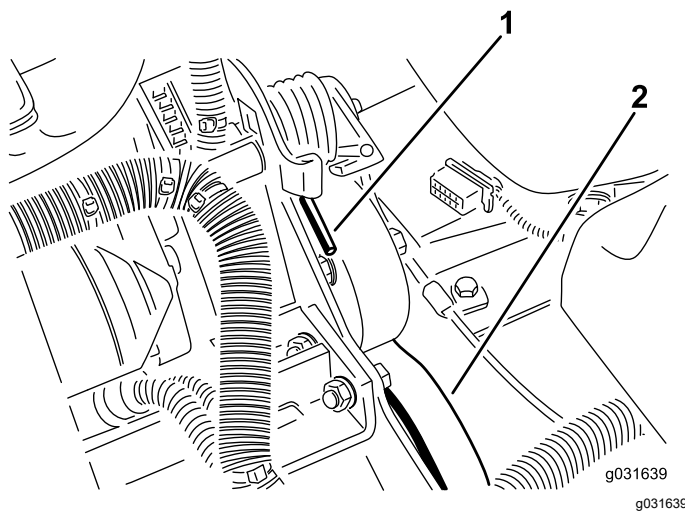

Figure 61
2. Appuyez sur l'extrémité du ressort et poussez-la vers l'avant pour décrocher le ressort du support et le détendre (Figure 61).